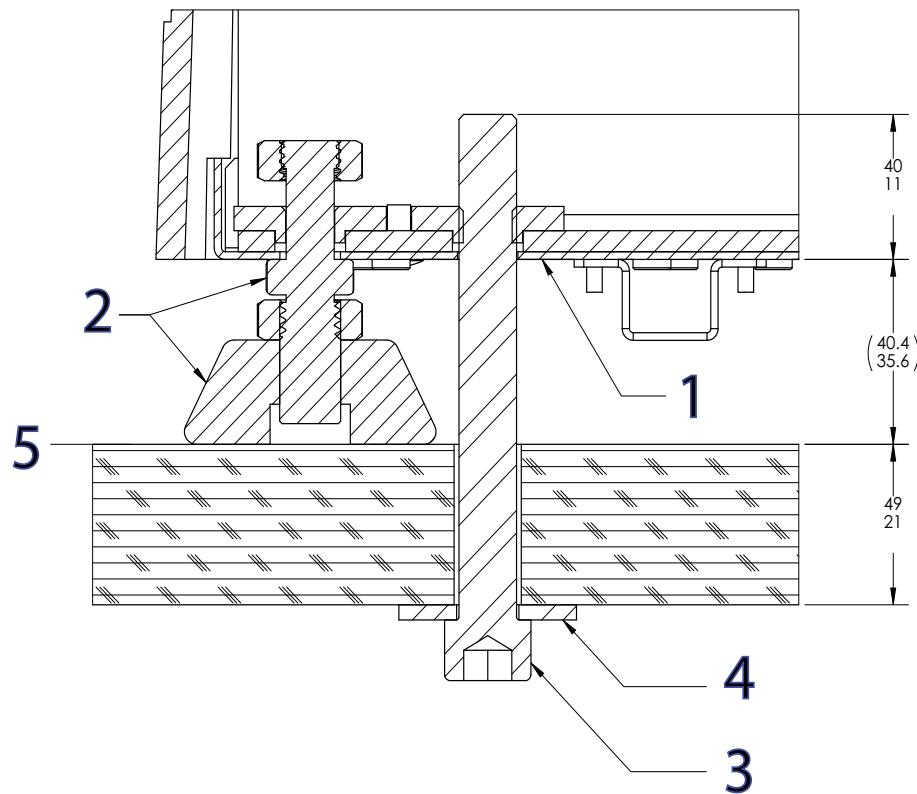

図 17. フレームをテーブルに固定します。
説明 図 17
3. 73 ページの図 17 に示すように、各ボルトと特大ワッシャーを取り付けます。